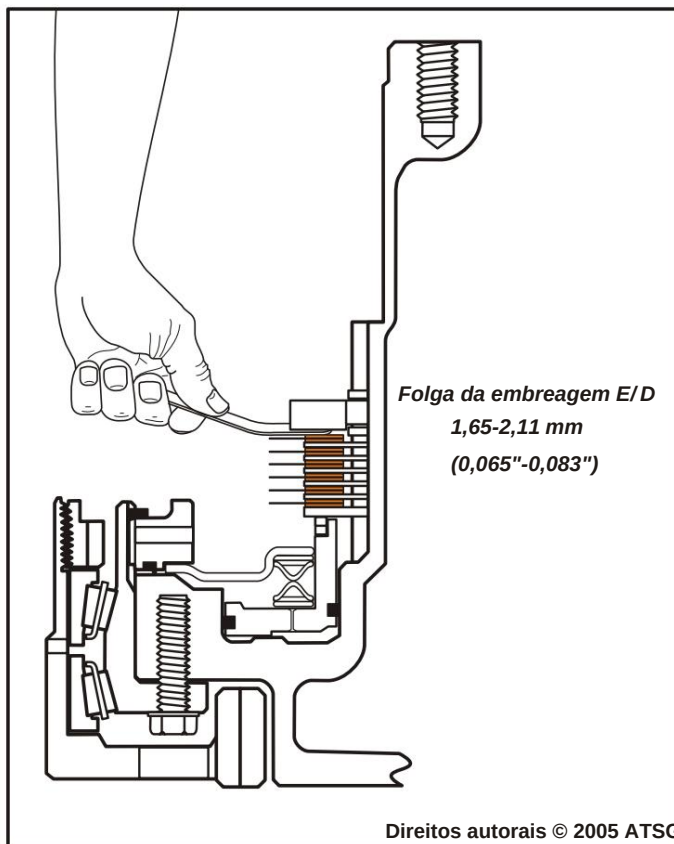

Figura 174
47. Verifique **cuidadosamente** a folga da embreagem baixa/ré usando um calibrador de lâminas, entre a placa de fricção superior e a placa de pressão, conforme mostrado na Figura 174.